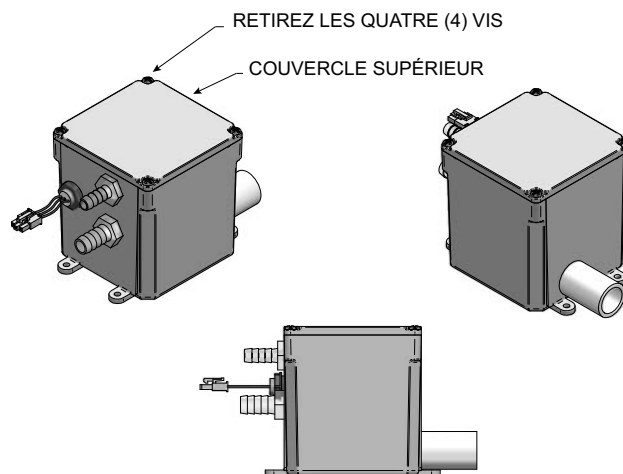

Figure 7-1_Piège à condensat
1. Retirez les quatre (4) vis fixant le couvercle supérieur au piège à condensat et retirez le couvercle (FIG. 7-1).
5. Remettez en place les quatre (4) vis retirées à l'étape 1.
Le piège à condensat (FIG. 7-1) doit être plein d'eau pendant que le chauffe-eau fonctionne, pour éviter l'émission de gaz de combustion par la conduite de purge de condensat. Si le piège n'est pas rempli, cela pourrait provoquer des blessures corporelles graves ou la mort.